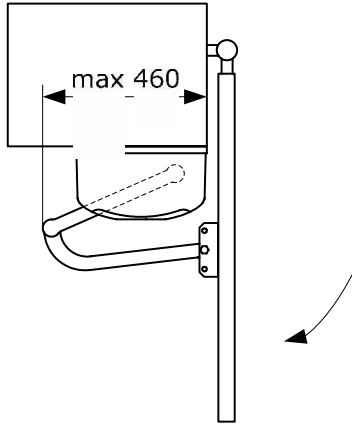

Рисунок 6. Положение рычагов при открытии створки (мм)
- При открытой створке ворот должно быть обеспечено достаточное пространство для движения рычагов (Рисунок 6).